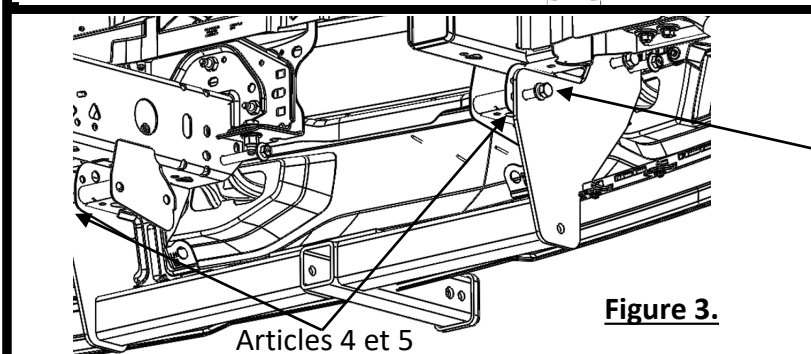
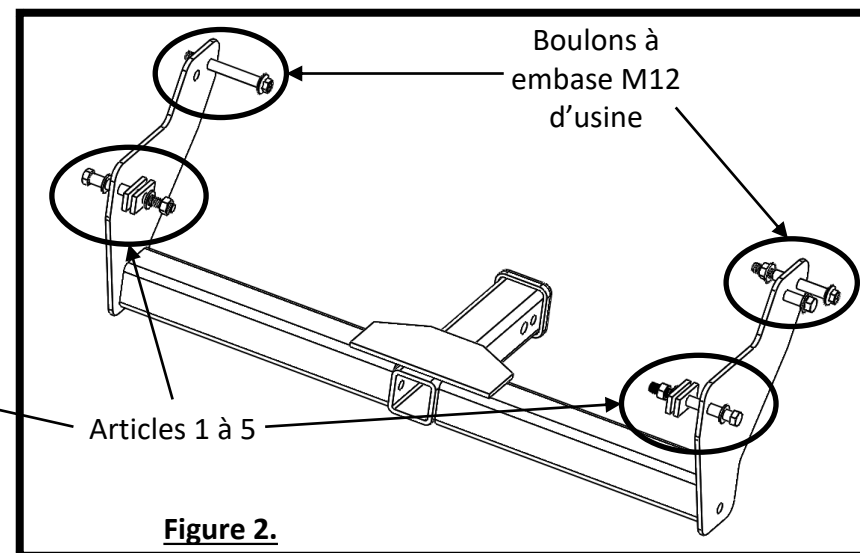

Figure 3.
Figure 2.
- Retirez les écrous d'usine et les boulons côté passager** – À l'aide d'une douille 18 mm et d'une clé ouverte 18 mm, retirez les deux (2) boulons à embase M12 d'usine qui fixent le crochet de remorquage côté passager. Retirez l'écrou à embase du crochet de remorquage côté conducteur et glissez le boulon jusqu'à égalité avec le cadre. Le crochet de remorquage côté passager reposera à l'intérieur du cadre. Soyez attentif à ne pas le laisser tomber vers l'avant. Le crochet de remorquage côté conducteur restera boulonné en place avec le boulon arrière. Voir la Figure 2.
- Installer lâchement l'attelage** – Glissez l'attelage en position à l'extérieur des longerons. Voir la Figure 3. Fixez temporairement l'attelage en utilisant d'abord les boulons M12 et les rondelles fournis (art. 1 et art. 3) et le boulon à embase du crochet de remorquage avant côté conducteur. Les rondelles doivent se placer entre la tête de boulon et le longeron, et l'écrou et le longeron. Serrez à la main les écrous hexagonaux M12 (art. 2) et l'écrou à embase du crochet de remorquage avant côté conducteur. Installez les deux (2) boulons à embase du crochet de remorquage côté passager et l'écrou à embase. Assurez-vous que les boulons à embase côté passager s'engagent aussi dans le crochet de remorquage. Voir la Figure 2.
- Installer les blocs espaceurs** – Avec toutes les fixations des crochets de remorquage supportant l'attelage et en commençant du côté conducteur, retirez les boulons M12 fournis (arts 1 et 3) du cadre. Glissez les blocs (un (1) art. 4 et un (1) art. 5). Puis réinstallez les boulons M12, les rondelles et les écrous (arts 1, 2 et 3). Répétez la manœuvre du côté passager. Voir la figure 3.
3. Installer lâchement l'attelage – Glissez l'attelage en position à l'extérieur des longerons. **Voir la Figure 3.** Fixez l'attelage en utilisant d'abord les boulons M12 et les rondelles fournis (arts 1 et 3) et le boulon à embase du crochet de remorquage avant côté conducteur. Serrez à la main les écrous hexagonaux M12 (art. 2) et l'écrou à embase du crochet de remorquage avant côté conducteur. Installez les deux (2) boulons à embase du crochet de remorquage côté passager et l'écrou à embase.